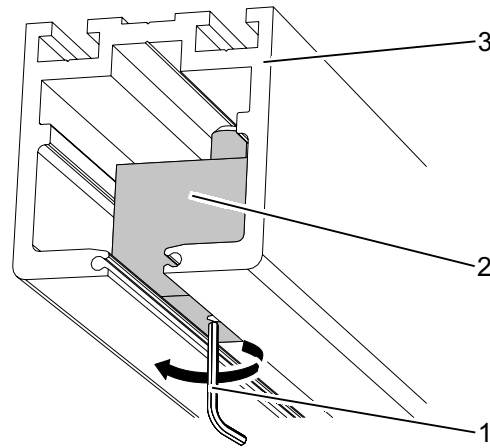

Abb. 5: Laufwegbegrenzer fixieren
6. Mit Innensechskantschlüssel (Abb. 5/1) Laufwegbegrenzer (Abb. 5/2) in Laufschiene (Abb. 5/3) fixieren.